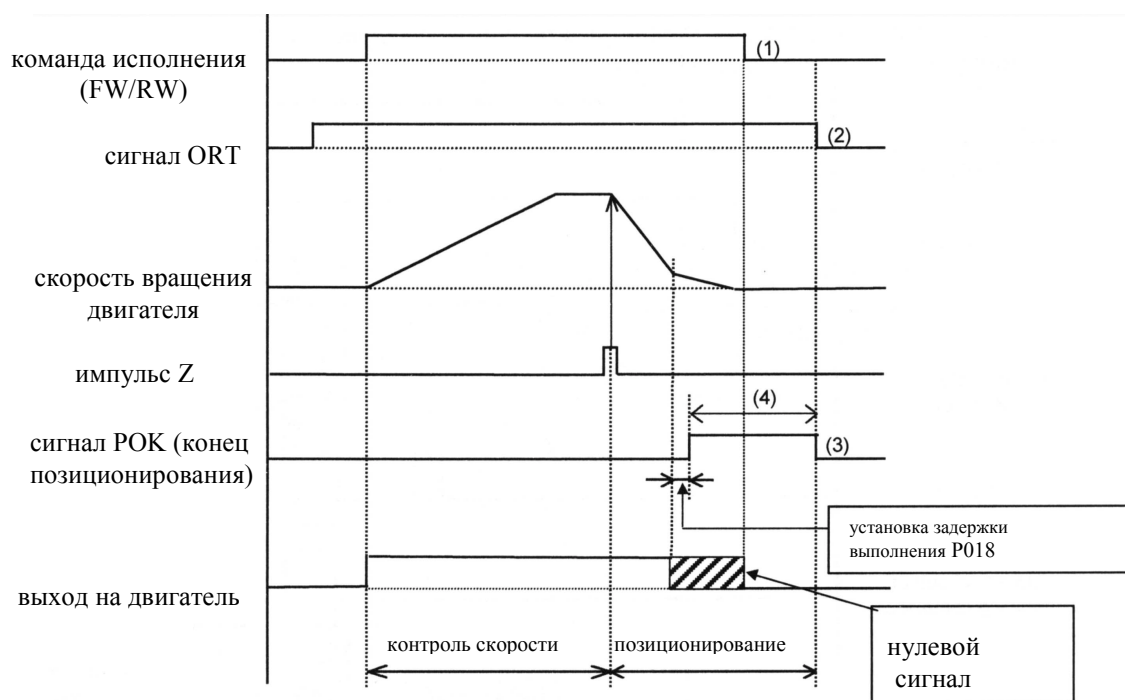

Рис. 7-1(2) Временные диаграммы управления ориентацией (команда исполнения выкл.)
Примечание 4: Пояснения к рис. 7-1(2): При отключении команды исполнения двигатель останавливается (1). После этого при отключении сигнала ORT (2) отключается сигнал РОК (3). При включенном сигнале ORT в связи с тем, что система находится в режиме управления ориентацией, даже при отключенной команде исполнения сигнал РОК остается включенным в диапазоне завершения ориентации (4).